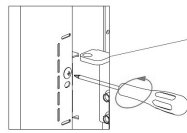
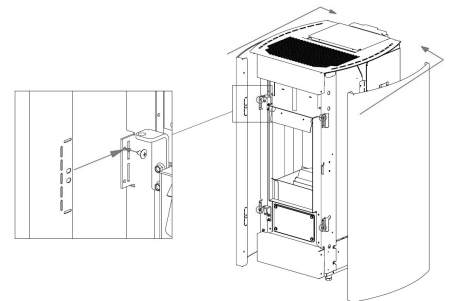

Fig. 61 - Retrait des vis
Fig. 62 - Dépose des côtés
- Dévisser les 4 vis avant et retirer les flancs (voir **Fig. 61** et **Fig. 62**).